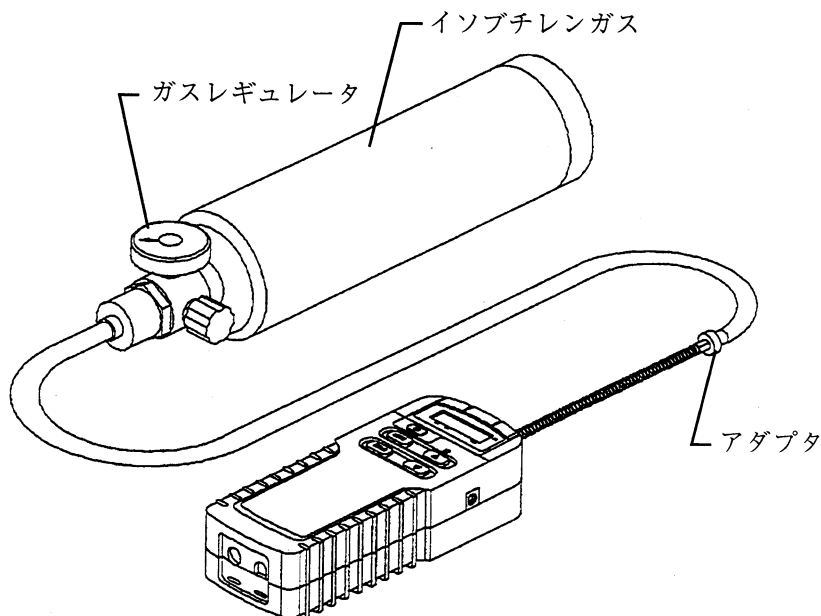

図5.2 スパンガス校正のセットアップ
- (1) ガス吸引チューブにスパンガスボンベ付の校正アダプタを接続します。(図5.2参照)
- (2) 5.2項の(4)から続いて“GAS On”がディスプレイ上に表示されておりますので、流量コントローラノブを時計回りに約半分回してガスを流し始め、【ENTER】キーを押します。本器が校正を行っている約30秒の間、ディスプレイに“CAL ...”が表示され、続いて“CI xxx.x”が表示されます。CIはスパンガスを示し、xxx.xは実際のガス測定値を表したものです。